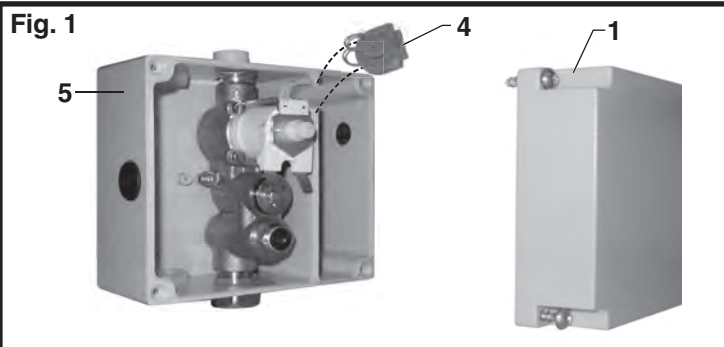

Fig. 1a
2. Assemblez la RONDELLE FENDUE AMOVIBLE (4), la RONDELLE ÉVENTAIL (5) et l'ÉCROU AUTOBLOQUANT (6) sur le filetage de la TIGE DU BEC (3) sous la surface de montage. **Figure 1a.**
3. Alignez le ROBINET et serrez l'ÉCROU AUTOBLOQUANT (6). **Figure 1a.**
2. Passez les CONNECTEURS DE CÂBLE (2) à travers la partie supérieure du BOÎTIER (5). **Figure 1a.**